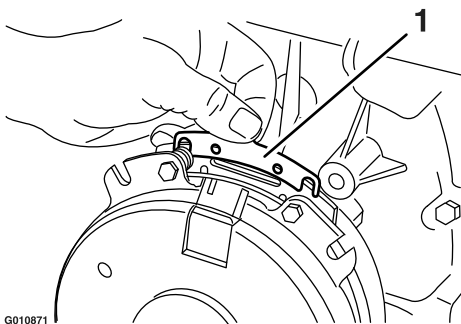

**Figura 69**
- A. Afloje ambos pernos de montaje del freno entre media y una vuelta, según se muestra en Figura 69.